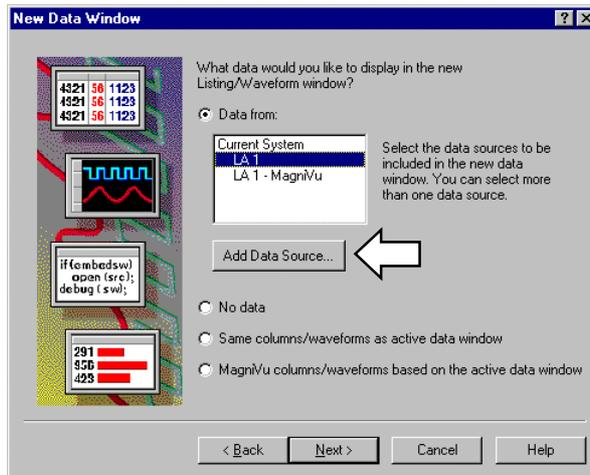

図 2-78 : [New Data Window]ウィザードのデータ・ソースを選択するためのダイアログ・ボックスの<Add Data Source...>ボタン
3. 図 2-78 のダイアログ・ボックスが現れるので、<Add Data Source...>ボタンをクリックします。